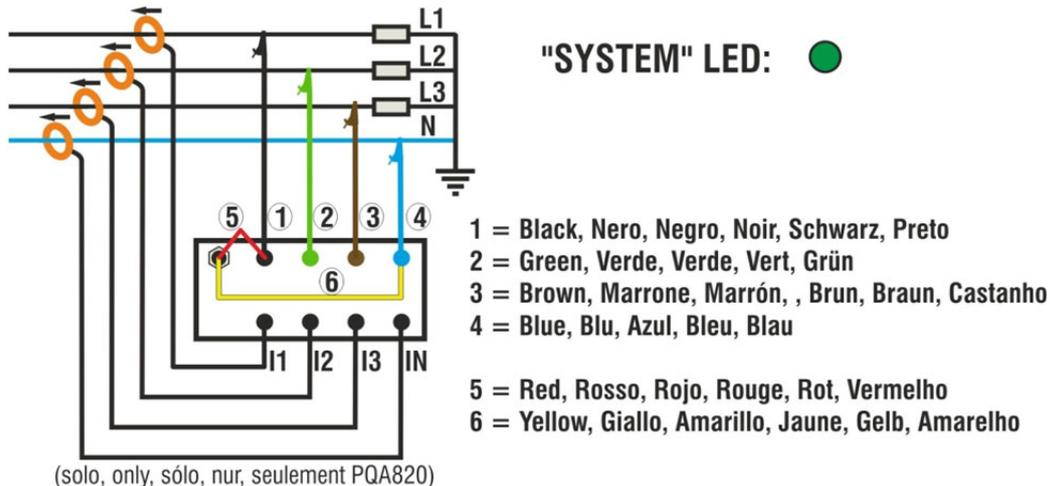

Abb. 4: Verbindung des Geräts in einem dreiphasigen System mit Neutralleiter
2. Schließen Sie die Netzversorgungskabel für das Messgerät (rote und gelbe Messleitung) so an, wie in der Abb. 4 angezeigt.
3. Schließen Sie die Messleitungen für die Spannungsmessung (schwarz, grau & braune Messleitungen) an die zu messende Phasen an, wie in der Abb. 4 gezeigt ist. Schließen Sie die blaue Messleitung am Neutralleiter an.
4. Wenn Sie Strom und Leistung messen möchten, legen Sie die Stromzangen um den jeweiligen Phasenleiter. **Achten Sie dabei auf die Richtung, die auf der Zange angegeben ist** und auf das in der Abb. 4 oben gezeigte Anschlussschema.